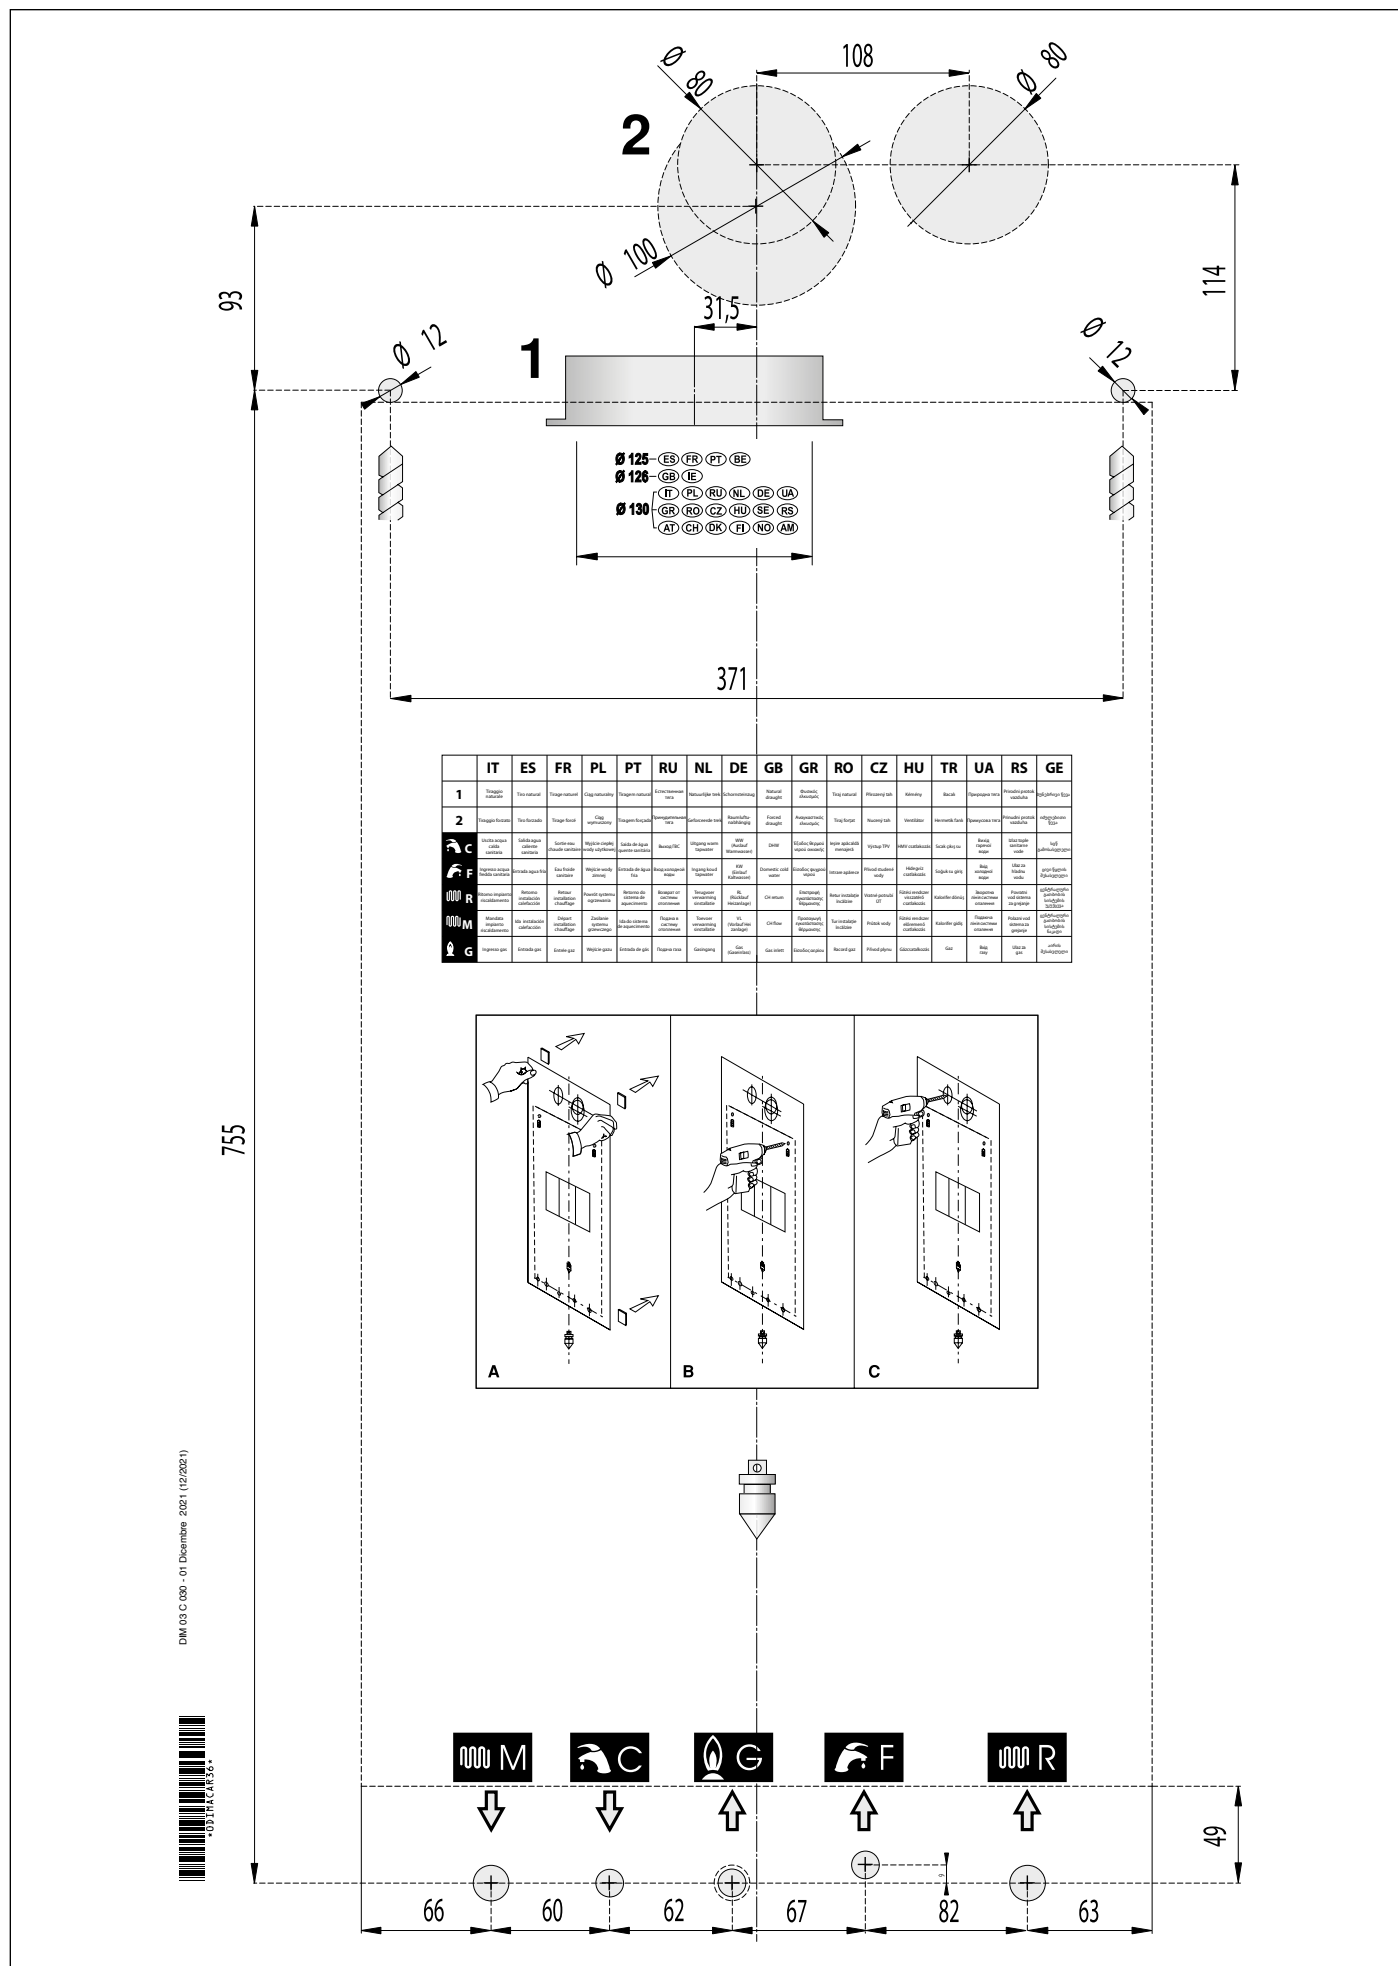
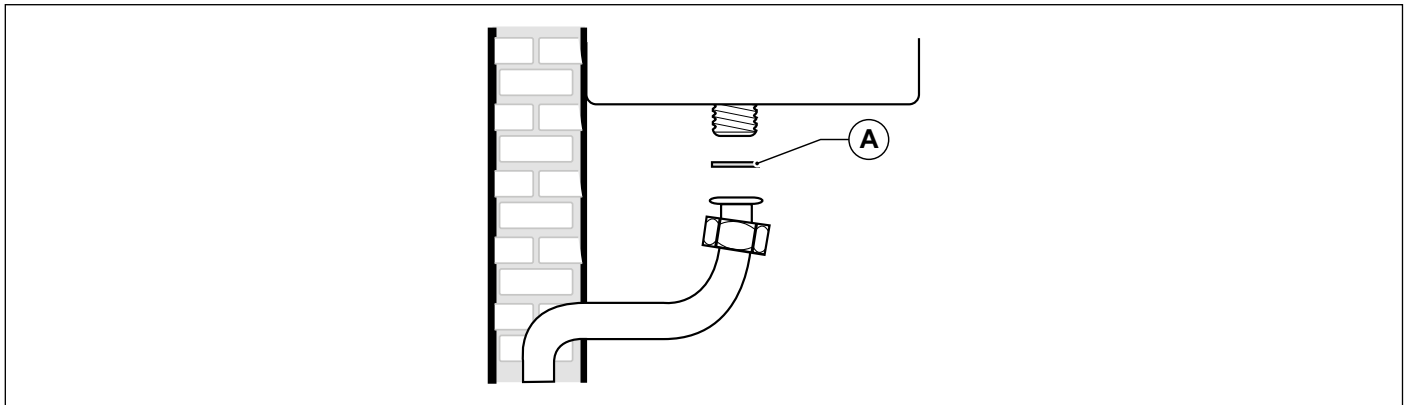

Рис. 5 Паперовий шаблон.
Рис. 8 Підключення газу
- монтажний паперовий шаблон (див. Рис. 5 Паперовий шаблон.).
Кожний котел забезпечений спеціальним паперовим шаблоном, що знаходиться в упаковці (див. Рис. 5 Паперовий шаблон.). Кожен котел забезпечений спеціальним паперовим шаблоном, що знаходиться в упаковці (рис. 8), який дозволяє підготувати труби для підключення до системи опалення, до лінії води санітарного призначення, до газової магістралі і труби подачі повітря та відводу димових газів в момент їх розведення, тобто до початку установки котла на вибране місце.
Підключення котла до лінії підводу газу слід **ОБОВ'ЯЗКОВО** здійснювати накидною гайкою із застосуванням в стиковій площині ущільнювальної прокладки (A) відповідного діаметру і з придатного для цієї мети матеріалу (див. Рис. 8 Підключення газу).
Подаюча та зворотні лінії контуру опалення повинні підключатися за допомогою підключень 3/4" **M** та **R** (дивись Рис. 5 Паперовий шаблон.).
В котлі труби подачі холодної води та вихода ГВС повинні підключатися за допомогою відповідних патрубків 1/2" **F** та **C** (див. Рис. 5 Паперовий шаблон.).